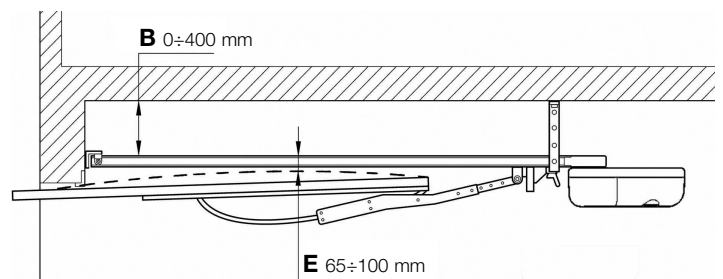

Figure 9
• Vérifier que la distance [E] de la figure 9, c'est-à-dire la distance minimum entre le côté supérieur du rail et le point maximum atteint par le bord supérieur de la porte, a une valeur minimum de 65 mm et maximum de 100 mm. Autrement GD ne peut pas être installé.